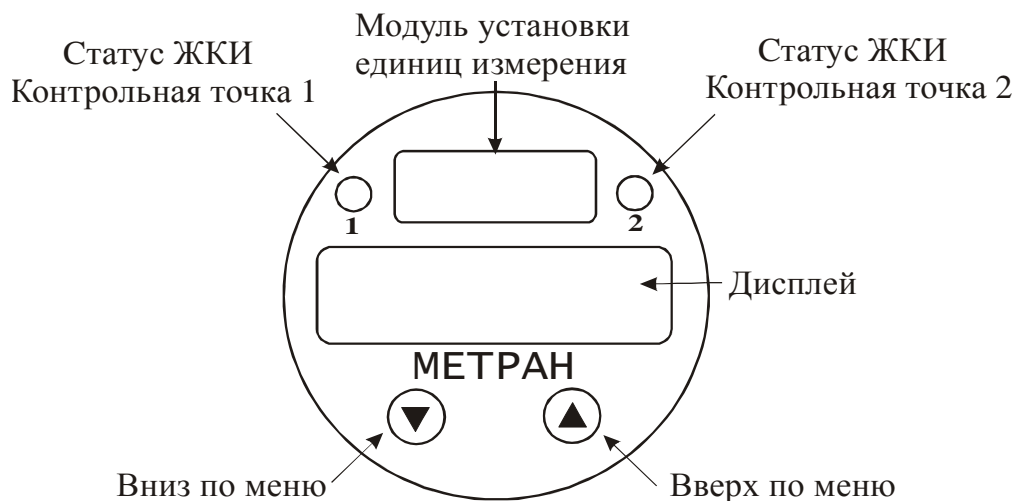

Рисунок 5 - Положение дисплея и элементов управления
2.6.1 Единицы измерения устанавливаются согласно заказу на предприятии - изготовителе и отображаются на модуле установки единиц измерения (рисунок 5).